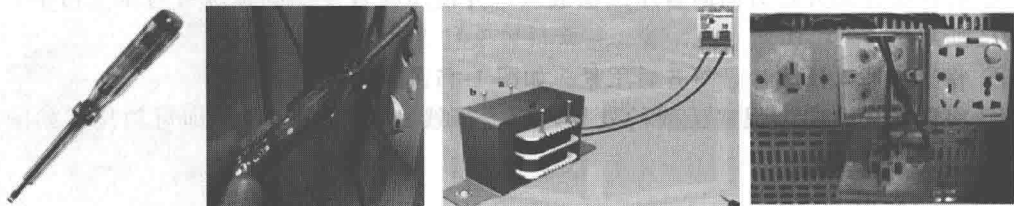

图 1-27 测量电源
① 用正确的握法拿好验电笔,手指触及尾部的金属体,使氖管小窗背光朝向操作者。注意手一定不能触及头部的金属体。
② 在确定带电的地方验证验电笔是否良好。
③ 用验电笔测量图 1-27 所示的 36V、220V 和 380V 电源,观察氖管发光的强弱,结果填入表 1-1 中。